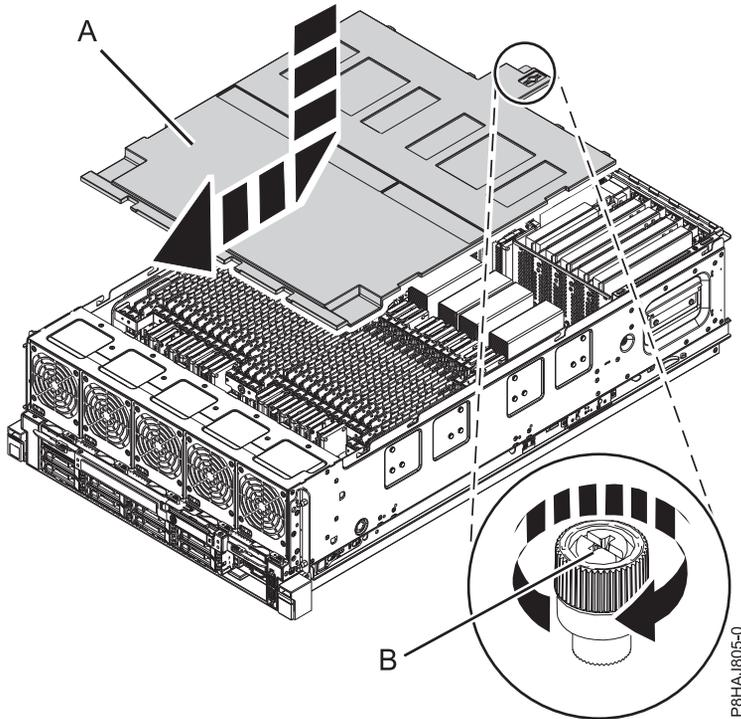

Abbildung 21. Sicherheitsabdeckung wiedereinbauen
2. Schieben Sie die Sicherheitsabdeckung (A) in Richtung Chassis.
3. Ziehen Sie die Rändelschraube (B) fest, indem Sie sie in die in Abb. 21 auf Seite 50 gezeigte Richtung drehen, um die Sicherheitsabdeckung am Chassis zu sichern.